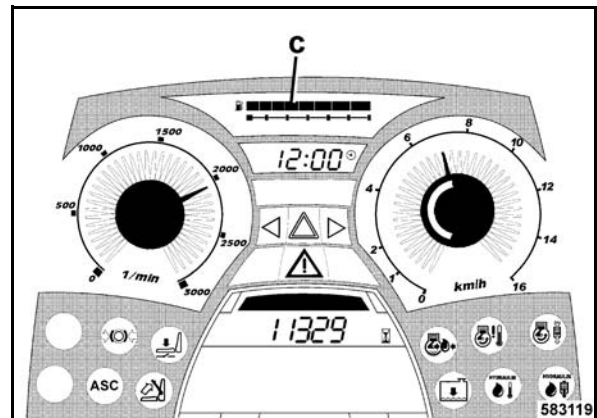

Fig. 147
- Comprobar el nivel de llenado por el indicador de la reserva de combustible (c) (Fig. 147).